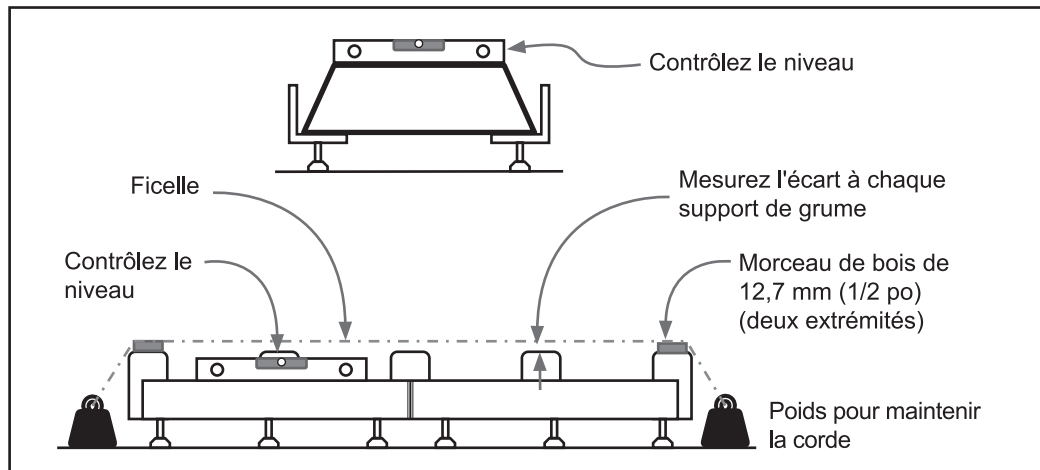

Fig. 16
Étape 10 : Mettre le rail de niveau. Déposez une pièce de bois de 12,7 mm (1/2 po) d'épaisseur x 7,6 mm (3 po) de largeur x 76,2 mm (30 po) de longueur sur chacun des deux supports de grume d'extrémité. Placez un cordeau (fig. 16) sur le dessus du bois et fixez solidement chaque extrémité du cordeau pour l'empêcher de bouger. Utilisez une règle et vérifiez que chaque support de grume est à 12,7 mm (1/2 po) de la corde. Utilisez un niveau à bulle pour vérifier la mise de niveau, de gauche à droite, sur chaque support de grume et réglez les pieds de nivellement, si nécessaire, tout en vous assurant que tous les pieds touchent le sol. À titre de vérification, contrôlez le niveau le long de chaque rail, à gauche et à droite. Répétez ce processus sur les côtés gauche et droit du rail jusqu'à ce que le rail soit de niveau. Une fois que le rail est de niveau, serrez l'écrou supérieur sur les pieds de nivellement.